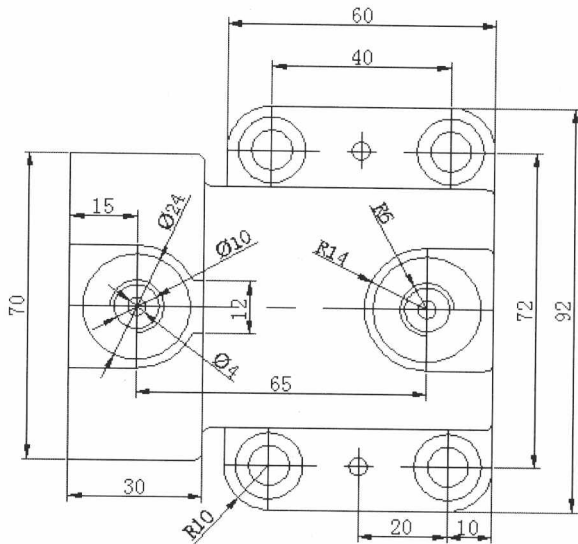

图 1-30 标注效果
STEP 10 标注效果。将图形进行尺寸标注，如图 1-30 所示。